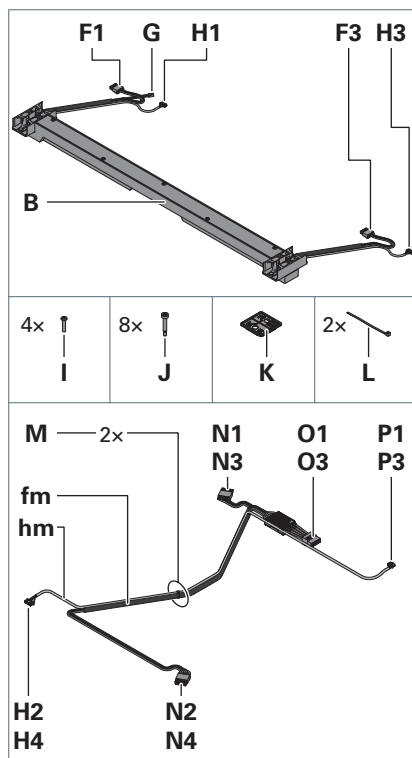

Fig. 2: Emballage adaptateur H.
► Ne retirez les composants du sac fourni que lorsque ceux-ci sont nécessaires à l'étape de montage, voir Fig. 2.